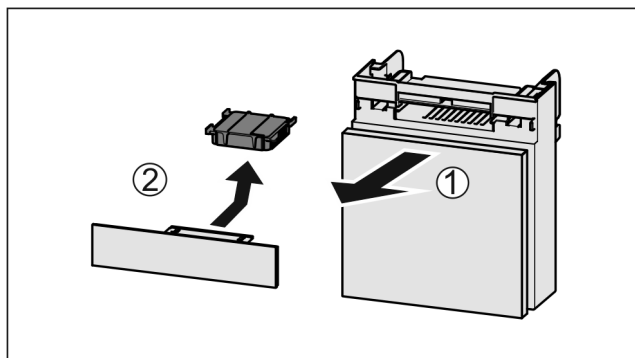

Fig. 138
- ▶ Húzza ki Fig. 138 (1) előrefelé a rekeszt.
- ▶ Vegye ki az aktív szén-szűrőt Fig. 138 (2).